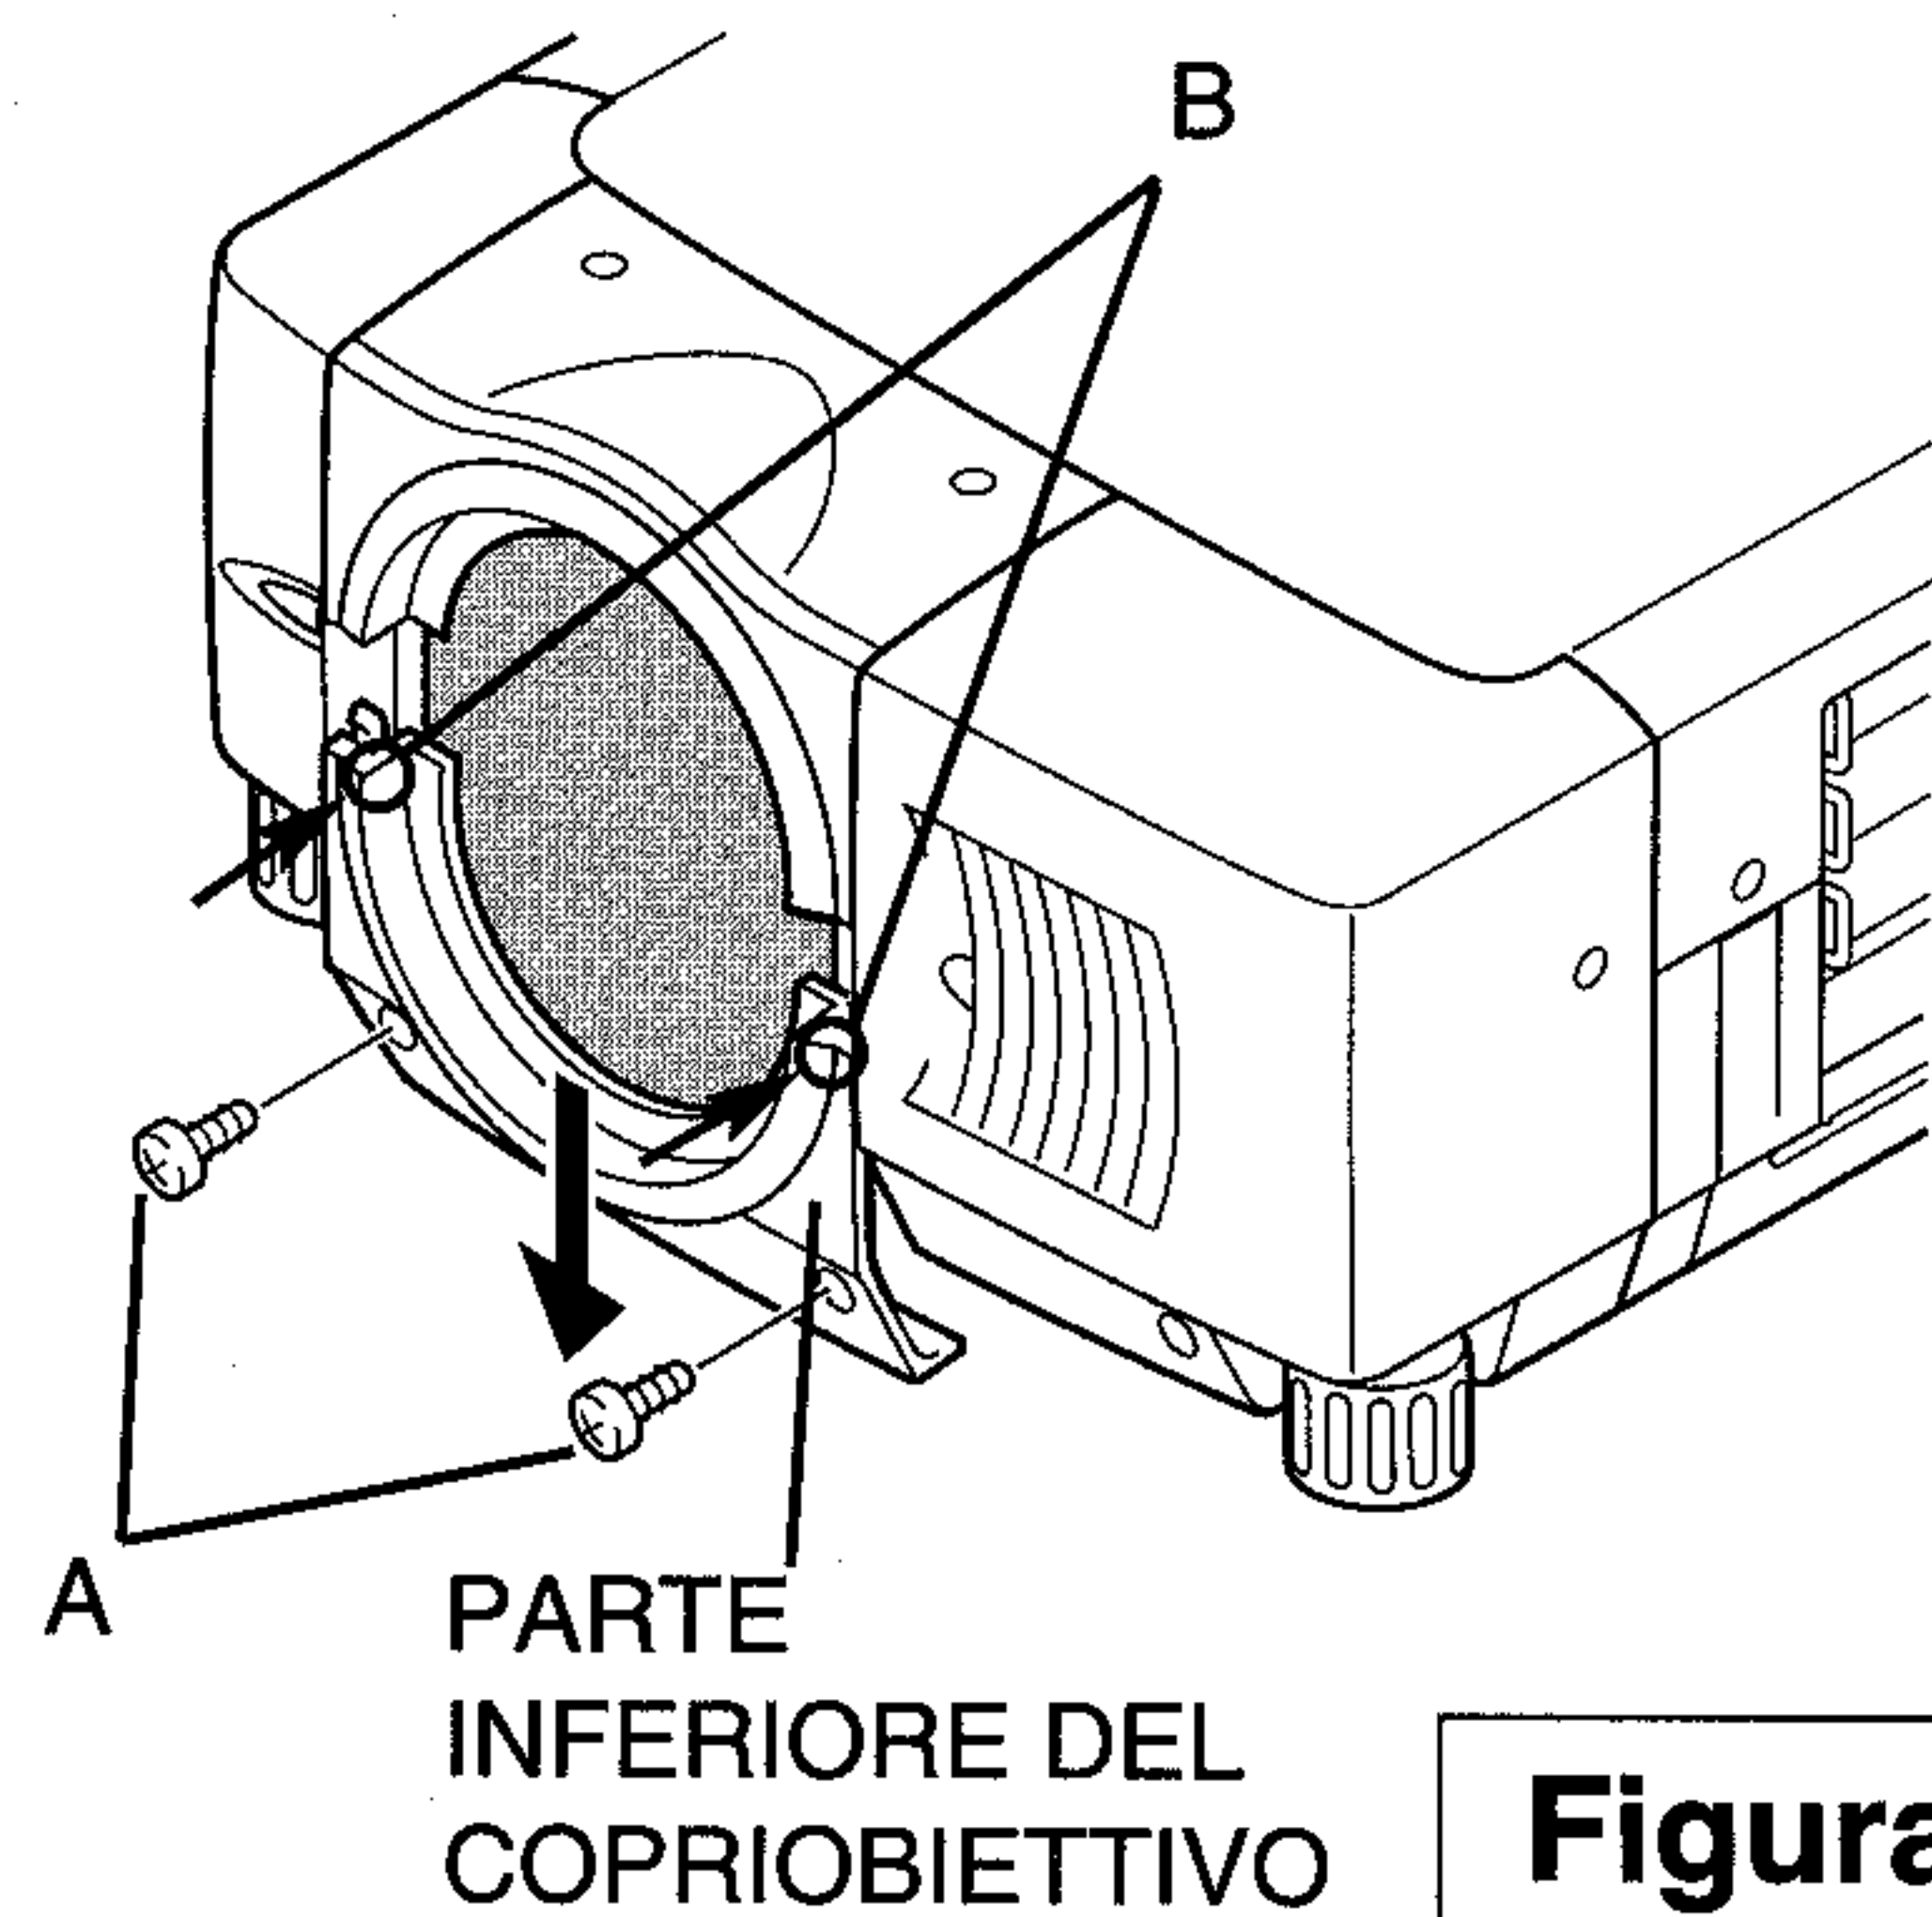

Figura 1
- 1** Rimuovere la parte inferiore del copriobiettivo. Rimuovere le 2 viti A. Spingere le componente B e abbassare la parte inferiore del copriobiettivo. (Vedere la figura 1.)